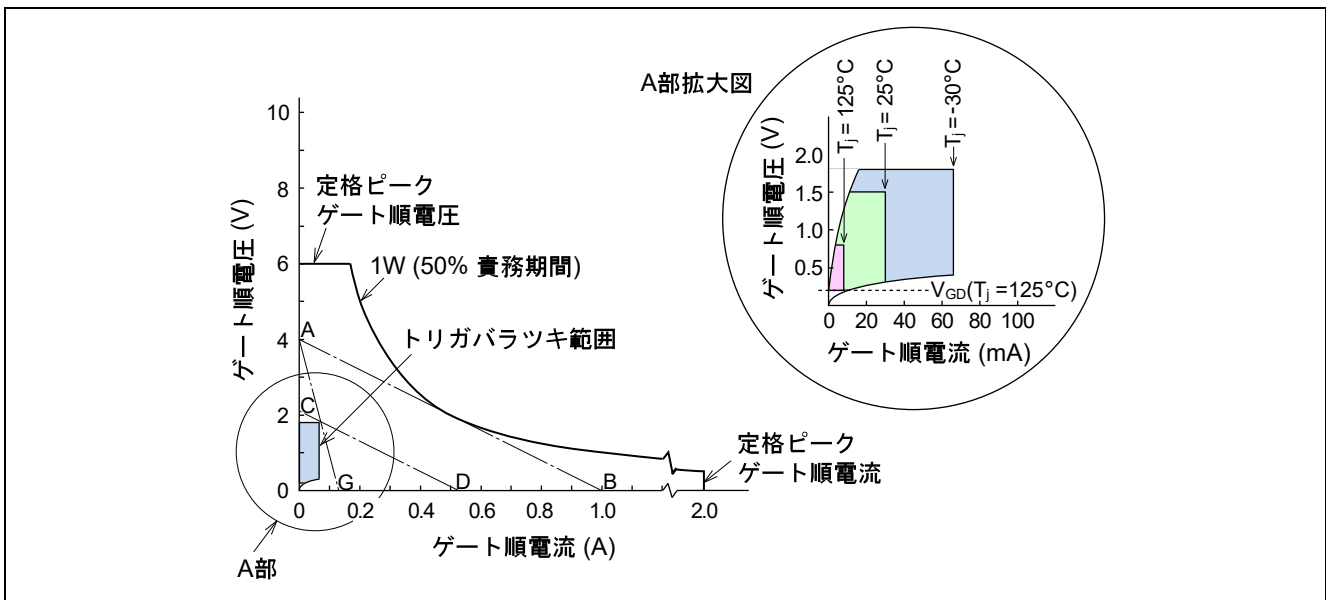
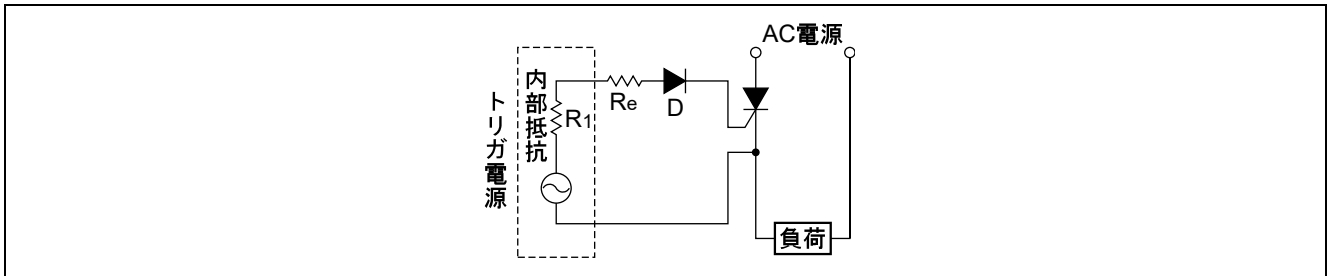
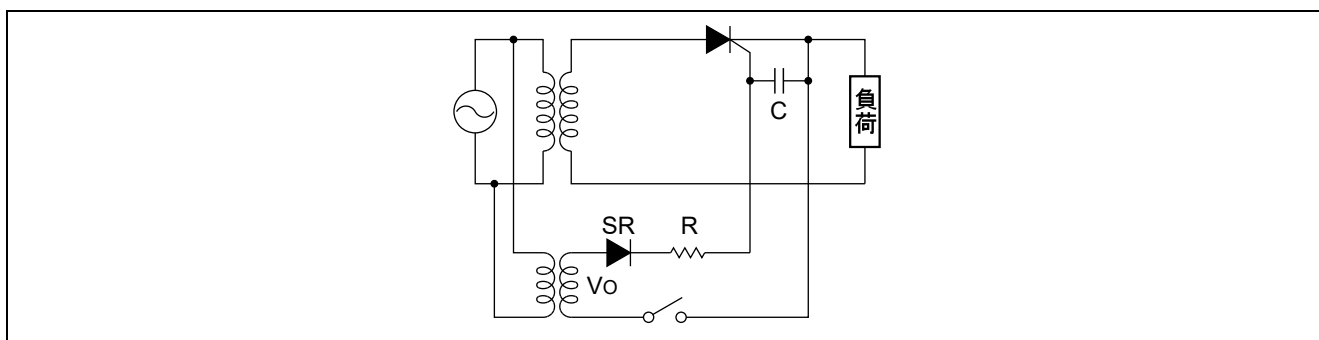

図 6 ゲート負荷直線図
図7 基本トリガ回路図
図 9 トリガ回路結線例
この回路定数を決めるために図 6 のような, 横軸にゲート順電流を, 縦軸にゲート順電圧をとったグラフを用い, そのグラフの中に素子のトリガ特性範囲及びゲート責務期間に対する許容ゲート損失の双曲線カーブを書き込みます。
このグラフの斜線をほどこした範囲の上部及び右側では, 素子は必ずトリガします。その境界線は, 使用温度範囲 (最低接合温度) における最大のゲートトリガ電流, ゲートトリガ電圧です。一方, 斜線をほどこした範囲の上部及び左側では, 素子がトリガしない範囲であって, その境界線は, 使用温度範囲 (最高接合温度) における最小のゲート非トリガ電流・電圧です。図 6 は, サイリスタ CR25RM-12D のグラフ (ただし, データシートには両対数目盛で記載しております) で, その最大ゲートトリガ電流は 30 mA ($T_j = 25^\circ\text{C}$), 最大ゲートトリガ電圧は 1.5V ($T_j = 25^\circ\text{C}$), 最小ゲート非トリガ電圧は 0.2 V ($T_j = 125^\circ\text{C}$) です。
次にトリガ回路ですが, ゲート回路を図 7 のような定電圧電源に, 電流制限抵抗, 及びゲートが直列にはいった回路とみなします。トリガ回路の主要設計は電源電圧値及び電源内部抵抗と電流制限抵抗の値を決めることとなりますが, これを決めるために図 6 の縦軸に出力端開放時のトリガ電源電圧値を, 横軸に出力端短絡時の短絡電流値をとってこれを結びます。この直線をゲート負荷直線と呼んでいますが, ゲート入力抵抗がいかによらついてもゲートに印加される電圧と流れる電流は, このゲート負荷直線上の組合せになっています。ですから, このゲート負荷直線が斜線部を横切らず, さらに定格ゲート損失曲線以下にあれば全部の素子が確実に, かつ安全にトリガするわけです。もし斜線部を横切っておれば, 一部の素子ではトリガしない場合があることを示し, 定格ゲート損失曲線を横切っていれば, 一部の素子では定格値以上の電力がゲートで消費されていることを示しております。
図9のような主回路電圧と同期したサイリスタ CR25RM-12D のトリガ回路を設計する例を説明します。トリガ電源の負のサイクルはシリコン・ダイオード (SR) で阻止させます。なお、このダイオードはゲルマニウム・ダイオードではなく、シリコン・ダイオードですから立上がり電圧が 0.7 V もあり、誤動作防止に役立ちます。トリガ電源電圧はシリコン・ダイオード (SR) で半波に整流されましたので、ゲートの責務期間は 50% となります。図 6 のゲート負荷直線図に責務期間 50% 時の許容電力損失曲線を書き込みます。サイリスタ CR25RM-12D ではゲート平均入力が 0.5 W ですから、責務期間 50% では 1 W のラインとなります。